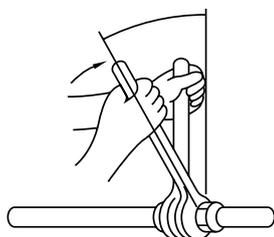

Fig. 5-9
- Sätt på ett tunt lager köldmedelsolja på rörets anslutningsyta. (Fig. 5-9)